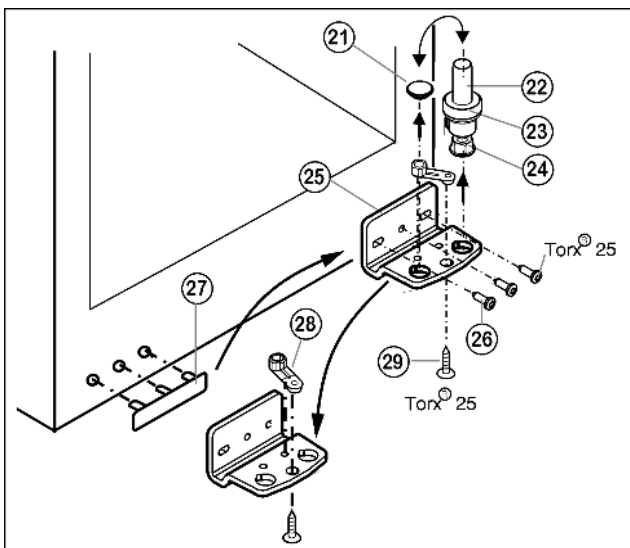

Fig. 6
- ▶ Retirer le pivot Fig. 6 (22) complètement avec le disque Fig. 6 (23) et le pied réglable Fig. 6 (24) par le haut.
- ▶ Enlever le bouchon Fig. 6 (21).
- ▶ Dévisser Fig. 6 (25) le support d'appui Fig. 6 (26).
- ▶ Dévisser l'élément pivotant Fig. 6 (28) et le permuter dans le trou opposé du support d'appui.
- ▶ Soulever le cache côté poignée Fig. 6 (27) avec précaution et le positionner sur le côté opposé.
- ▶ Revisser à fond Fig. 6 (25) sur le nouveau côté charnière en utilisant une visseuse sans fil si nécessaire, avec un couple de serrage de 4 Nm.
- ▶ Réinsérer le bouchon Fig. 6 (21) dans l'autre trou.
- ▶ Replacer complètement le pivot Fig. 6 (22) avec le disque et le pied réglable. Faire attention à ce que les ergots d'encliquetage soient tournés vers l'arrière.
- ▶ Placer la porte par le haut sur le pivot inférieur Fig. 6 (22).
- ▶ Placer le support d'appui supérieur (12) sur le nouveau côté charnière de porte.
- ▶ Visser le support d'appui supérieur (12) à fond (avec 4 Nm) (2 Torx® 25) (13). Pointer les trous de vissage ou utiliser une visseuse sans fil.
- ▶ Faire encliqueter le cache (10) et le cache (11) du côté opposé.
- ▶ Aligner éventuellement la porte par rapport aux deux trous oblongs du support d'appui inférieur Fig. 6 (25) pour qu'elle affleure avec l'habillage de l'appareil. Pour cela, dévisser la vis centrale.